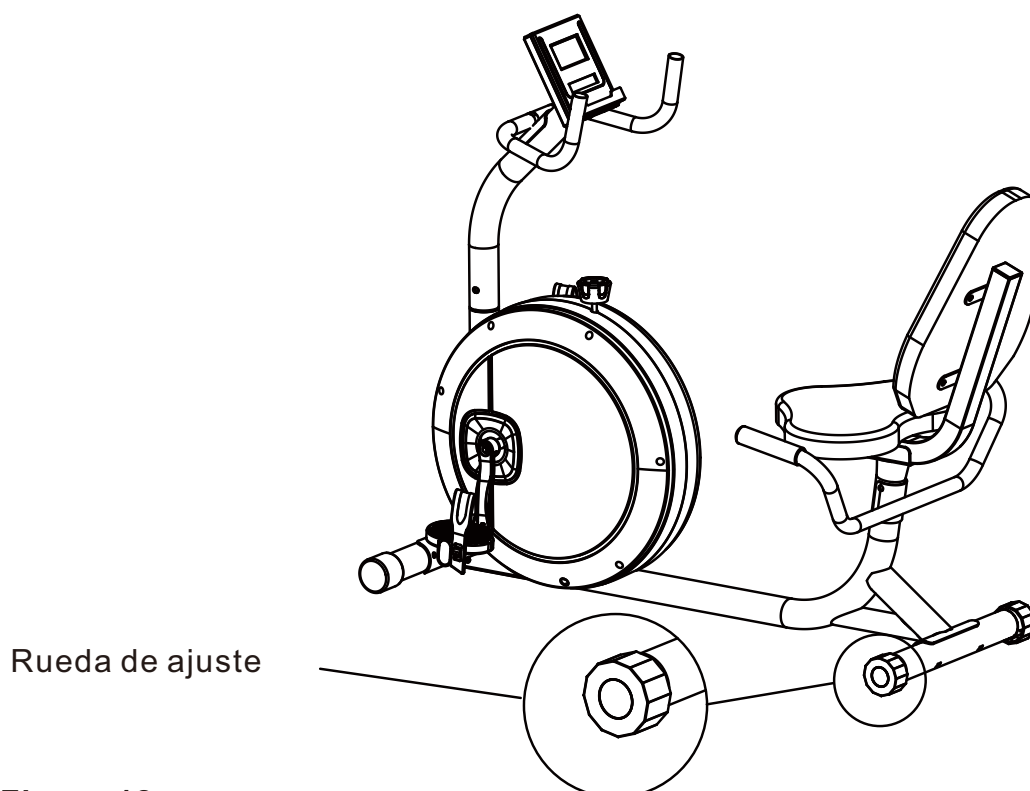

Figura 12
12. Cuando el vehículo no esté estable después del montaje, puede girar las ruedas con las manos para un pequeño ajuste. Como se muestra en la Figura 12.